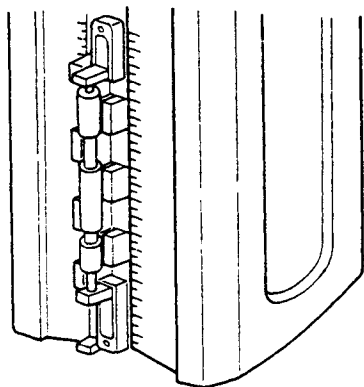

Fig. 19
- 内側マイクロメータのゼロセットには、補助ブロックとクランプボックス各2組必要です（Fig.19）。